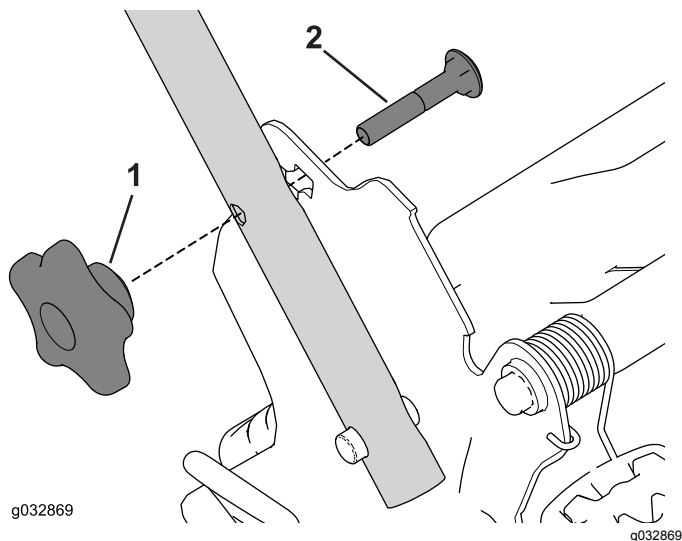

図 20
1. ハンドルブラケットからハンドルノブ2個とキャリッジボルト2本を外して保管する 図 20。